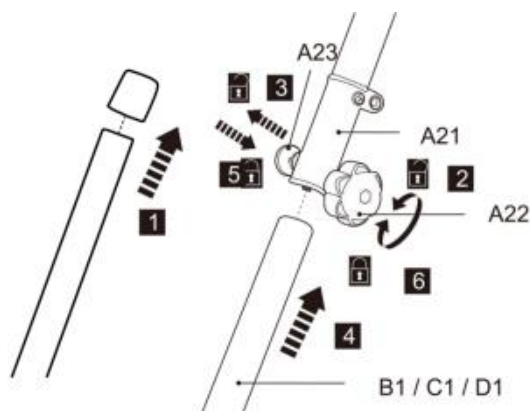

Fig. 3
22. Entfernen Sie die vormontierte Schutzkappe vom unteren Pol (B1/C1/D1) (Abb.3 , Schritt 1).
23. Lösen Sie den Feststellknopf (A 22) , aber entfernen Sie ihn nicht vollständig (Abb. 3 , Schritt 2).
24. Richten Sie die untere Stange (B 1/C 1/D 1) aus und führen Sie sie in die Verriegelungshülse (A 21) ein, während Sie an der Feder ziehen Schraube (A 23) (Abb.3 , Schritt 3 und 4).
25. Drehen Sie die untere Stange leicht, um das Loch mit der Feder auszurichten Schraube (A23) . Lassen Sie die Feder los Ziehen Sie anschließend die Schraube fest, um die untere Stange in Position zu halten. Achten Sie auf die Feder Der Bolzen rastet im Loch ein (Abb. 3 , Schritt 5).
6. Ziehen Sie den Feststellknopf (A 22) fest, um die Verbindung zu sichern (Abb. 3 , Schritt 6).